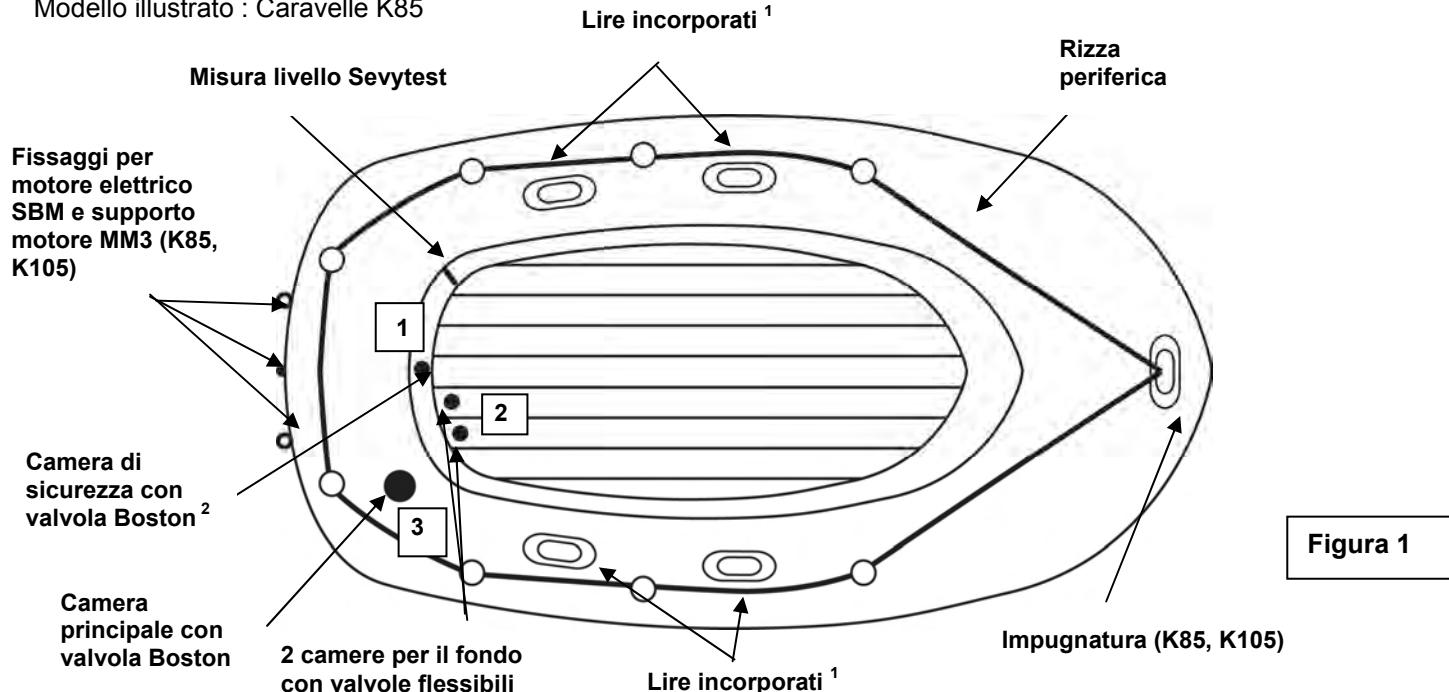

Figura 1
- Valvola(e) Boston (figura fronte) : sviti il cappuccio della valvola (1), avvit il corpo della valvola (2) nella base della valvola (3) ; abbia cura che il cappuccio resti accessibile. Inserisca l'estremità del gonfiatore nella valvola e gonfi fino a raggiungere il livello di pressione raccomandato (vedere punto 3). Dopo il gonfiaggio, chiuda bene tutte le valvole con il loro cappuccio (nel senso delle lancette d'un orologio). **N.B. :** una leggera fuga d'aria prima della chiusura è normale, solo il **cappuccio della valvole assicura la TENUTA STAGNA**.
2. Gonfi l'imbarcazione secondo l'ordine di gonfiaggio indicato sulla placca d'immatricolazione stampata sull'imbarcazione (vedere anche figura 1, la numerazione delle valvole).
3. Livello di pressione massimale : **la pressione d'utilizzazione di questo prodotto è di : 0,06 bar (= 60 mbar). Non l'oltrepassate.** La Sua imbarcazione è equipaggiata d'una misura livello Sevytest che permette di verificare la pressione. Gonfi per prima cosa la camera di sicurezza (vedere figura 1), fino al segno "+" del Sevytest, poi la camera principale (vedere figura 1) fino al segno "-". **Sovrapressione** : sgonfi fino a raggiungere il livello di pressione raccomandato. **Calo di pressione** : rigonfi leggermente. **N.B.** : può accadere che l'indicatore della misura livello SEVYTEST non ritorni alla posizione iniziale dopo frequenti gonfiaggi a causa d'un allungamento del PVC sotto l'influsso della pressione di gonfiaggio. Ma potrà ancora verificare che esso è posizionato dentro i limiti dei livelli di pressione raccomandati.